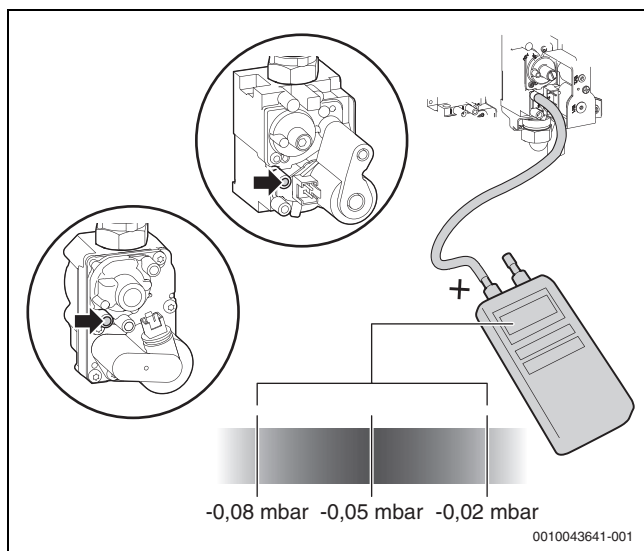

Fig. 39 Mesurer la pression différentielle
- ▶ Ouvrir la vis de mesure pour la pression différentielle de la soupape gaz (→ Figure 39).
- ▶ Mesurer la pression différentielle de la vanne de gaz (→ Figure 39). La pression différentielle idéale est de -0,05 mbar.